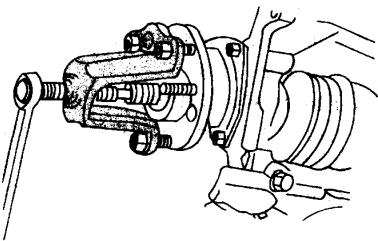

图 5.1-10 分离车轮轴承
③ 拆卸制动钳托架及制动钳拆下制动钳体，并将制动钳固定在车身上，使得制动管路不会因为的制动钳重量而弯曲甚至被损坏拆卸制动盘。
④ 拆卸传动轴螺母。
⑤ 如图 5.1-10 所示, 用三颗车轮螺母将轮毂芯轴拆卸工具连接到车轮轴承 / 轮毂上分离传动轴与车轮轴承。